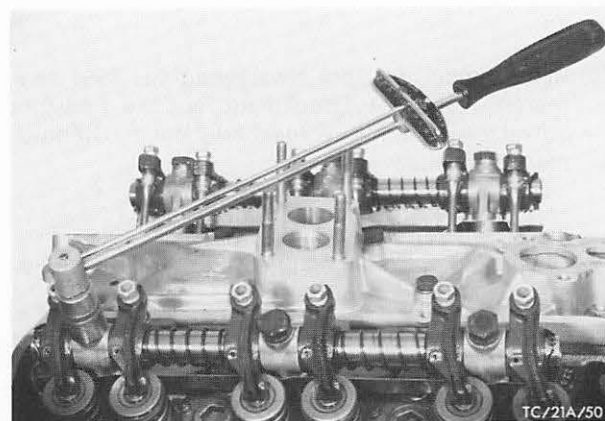

Abb. 176 Kipphebelachse mit vorgeschriebenem Drehmoment anziehen
65. Stößelstangen an beiden Enden mit Motoröl benetzen und in die Ventilstößelpfannen stellen. Ölfangbleche und Kipphebelachsen aufsetzen, dabei Stellschrauben der Kipphebel in die Stößelstangenpfannen führen. Schrauben-Kipphebelachse beidrehen und mit vorgeschriebenem Drehmoment anziehen, Abb. 176.